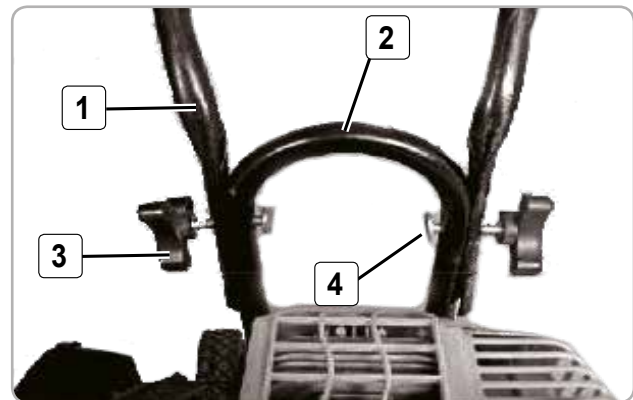

Fig.7
- Atașați mânerul stâng și mânerul drept Fig 7 (1) la mânerul din mijloc Fig 7 (2) cu ajutorul butoanelor de fixare Fig 7 (3) și șuruburilor Fig 7 (4) furnizate. Butoanele de fixare ar trebui să fie în exterior.